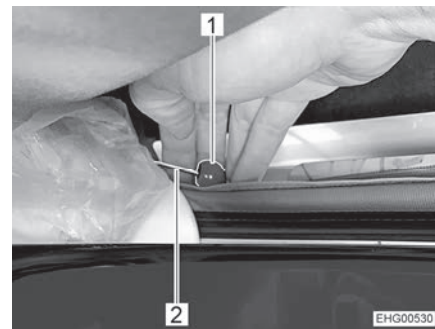

Bild 90 Nödupplåsning
- Dra i den röda knappen (Bild 90,1) på kabeln (Bild 90,2) på båda sidor.